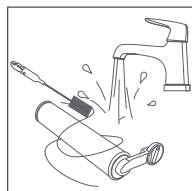

Fig. 14 – Pulizia del rullo in microfibra
- ▶ Pulire il rullo in microfibra sotto l'acqua corrente. Se necessario, utilizzare anche la spazzola di pulizia (28) in dotazione (vedere Fig. 14).